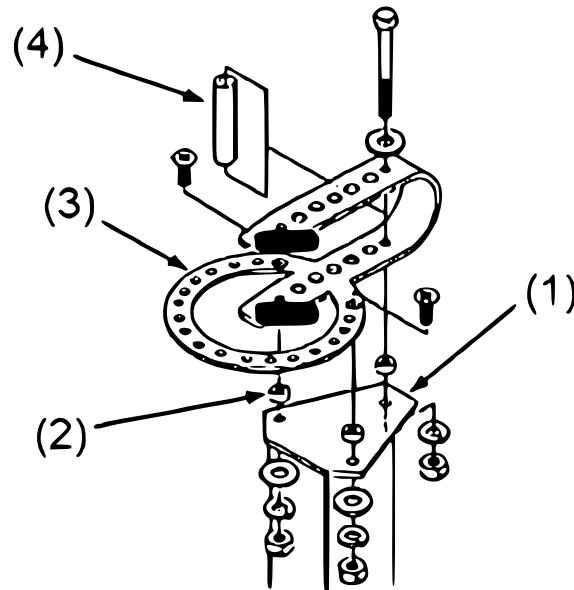

Abbildung 3: Befestigung der Biegehalterung an der Basis
3. Platzieren Sie die beiden kurzen Abstandshalter (6) über zwei der Löcher auf der Oberseite des Sockels/Ständers, wie in der Abbildung dargestellt.
4. Legen Sie die Biegehalterung (4) auf die kurzen Abstandshalter und sichern Sie ihn mit den Schrauben (5), Unterlegscheiben (3, 7) und der Mutter (8) gemäß Abb. 3 und Teilediagramm.
5. Den langen Abstandshalter (1) zwischen die beiden hinteren Bohrungen der Biegehalterung legen und die gesamte Baugruppe mit Schrauben (2), Unterlegscheiben (3, 7) und Muttern (8) am Sockel/Ständer befestigen.
6. Den Bügelhebel (15) zwischen die Flansche der Biegehalterung legen und mit dem langen Scharnierstift (9) sichern.